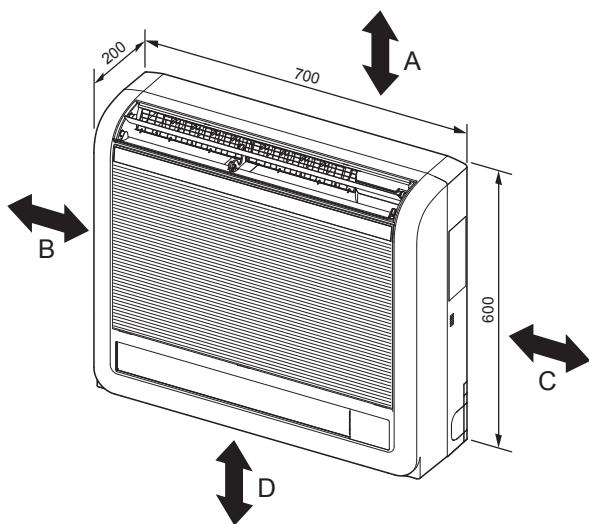

Fig. 2-1
①	Σωλήνας αποχέτευσης	1
②	Κάλυμμα σωλήνα	1
③	Ταινία στήριξης	2
④	Βάση ανάρτησης εσωτερικής μονάδας	1
⑤	Βίδα στήριξης για το ④ 4 × 25 mm	5
⑥	Ξυλόβιδα για τη στερέωση της εσωτερικής μονάδας	4
⑦	Ροδέλα του ⑥	4
⑧	Ταινία πλήρους (Χρησιμοποιείται για αριστερή ή πίσω-αριστερή σωληνώση)	1
⑨	Καλώδιο ελεγκτή εξ αποστάσεως MA	1
2.1. Εξωτερικές διαστάσεις (Εσωτερική μονάδα) (Fig. 2-1)